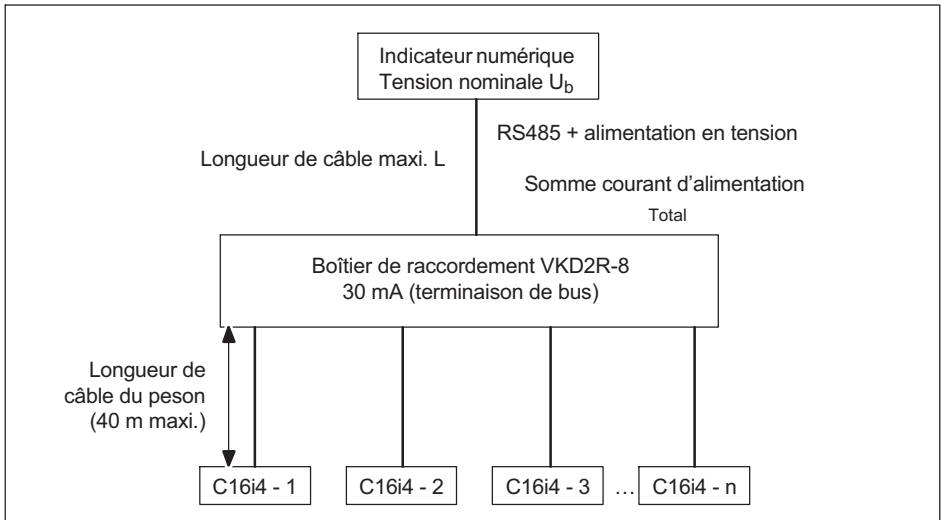

Fig. 5.2 Graphique de raccordement lorsque les pesons C16i4 sont alimentés via l'indicateur numérique
5. Les deux tableaux ci-dessous (pour les pesons C16i3 ou les nouveaux pesons C16i4) indiquent la longueur maximale possible du câble entre le boîtier de raccordement et l'indicateur de pesage lorsque l'alimentation en tension est assurée via un indicateur de pesage (*voir également Fig. 5.2*). Toutefois, si la longueur de câble requise sur place est plus importante, il est possible d'alimenter les pesons en énergie externe directement via le boîtier de raccordement. Il est ainsi possible de réaliser des longueurs de câble allant jusqu'à 500 m (*voir Fig. 5.3*).